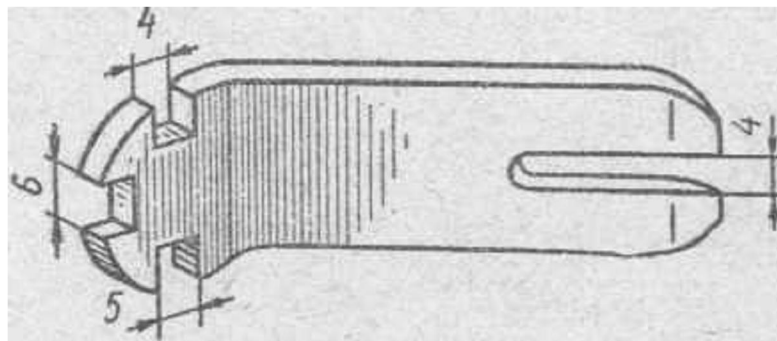

Рис. 121. Приспособление для вытягивания пера в отверстия мостиков
3. Перед установкой пера в вилку смазать консистентной смазкой наружную поверхность верхней трубы. Надеть на нее также смазанную пружину 6 и защитный кожух 5 с прокладкой. Вставить перо в отверстие нижнего мостика вилки и ввернуть в верхнюю трубу приспособление (рис. 121), пропущенное через отверстие в верхнем мостике. Втягивая в мостик приспособлением перо вилки вставить конический конец верхней трубы в коническое отверстие верхнего мостика.